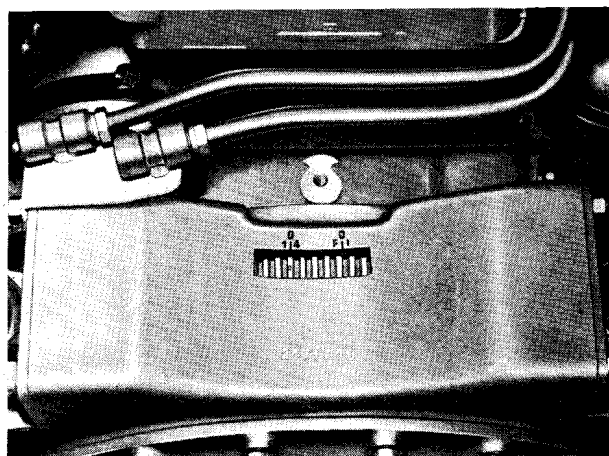

Fig. 01/5 - Riferimento PMS stantuffi sul volano motore.
- Ruotare l'albero motore a mano fino a far coincidere il segno di riferimento «0» inciso sul volano motore indicante il punto morto superiore dello stantuffo del cilindro n. 1 con il corrispettivo segno inciso sul bordo della feritoia della traversa sostegno motore (vedi fig. 01/5).
bero motore e dell'albero distribuzione, la catena, orientando una delle tre scanalature dell'ingranaggio albero distribuzione in corrispondenza della chiavetta sull'albero, quindi calettare contemporaneamente gli ingranaggi sulle rispettive sedi, avendo cura di mantenere il tratto di catena opposto al tenditore ben teso e che i segni di riferimento stampigliati sull'ingranaggio dell'albero distribuzione e sul piano di appoggio del coperchio distribuzione coincidano (Rif. 1 a fig. 01/6).